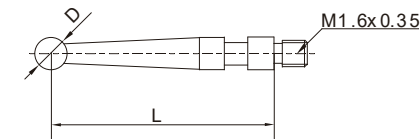

fig.6
4. Cada tipo de indicador de teste de dial tem um comprimento específico de pontas (L, fig. 6). Se o comprimento não estiver correto, ocorrerá um erro de medição. Consulte a tabela a seguir para escolher as pontas corretas.